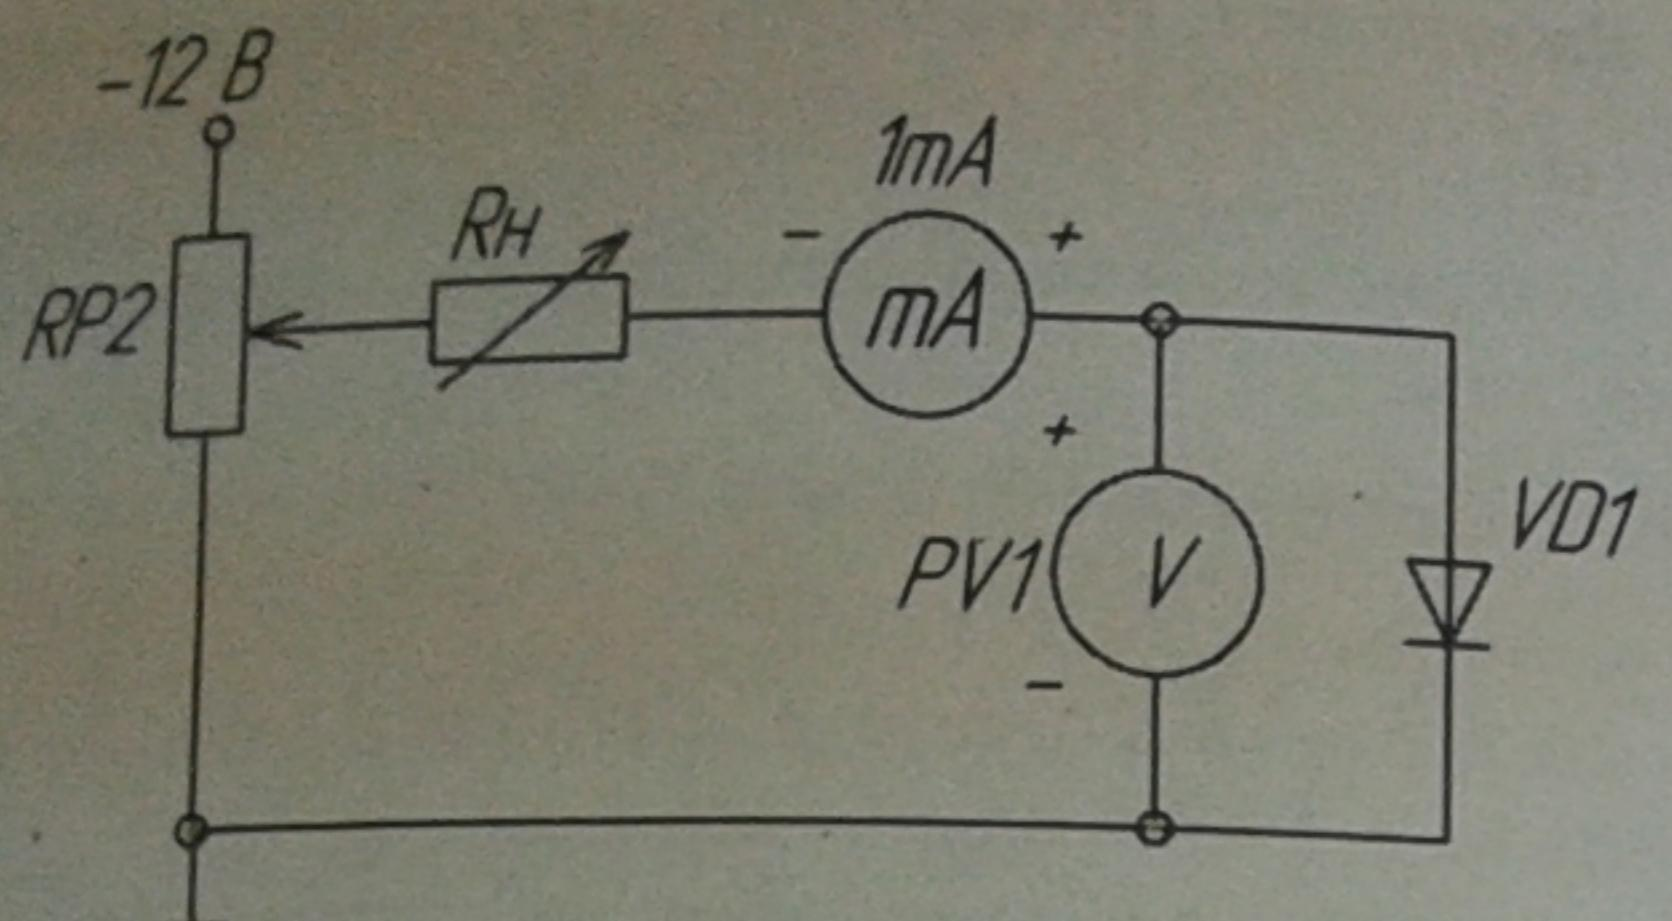

Рис. 2
- собрать схему для снятия обратной ветви ВАХ VD1, подключив к RP2 источник -12 В и заменив миллиамперметр, поменяв также его полярность подключения (рис. 2); снять обратную ветвь ВАХ диода;